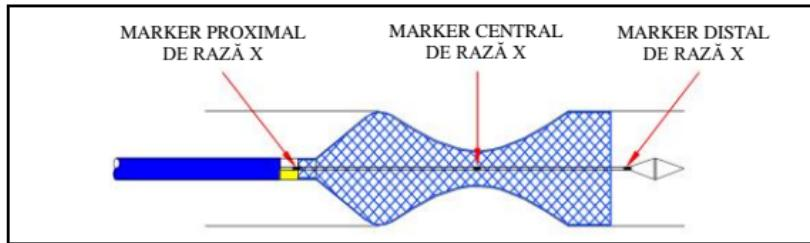

**Figura 4**
- Atunci când markerul central de raze X ajunge în centrul stricturii întărită, continuați să trageți înapoi conectorul în formă de până când stentul este complet instalat. (A se vedea figura 4, 5)
- Atunci când markerul central de raze X ajunge în centrul stricturii întărită, continuați să înaintați către conector până când stentul este complet instalat. (A se vedea figura 4, 6)